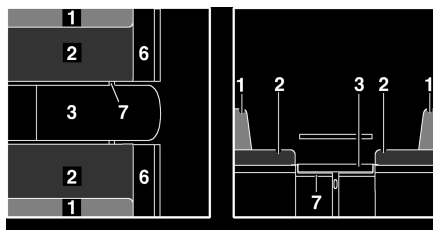

Fig. 106 Durante la transformación
- Plegar la prolongación del banco de asiento (Fig. 106,6) hacia arriba y colocar una cuña con la trampa.